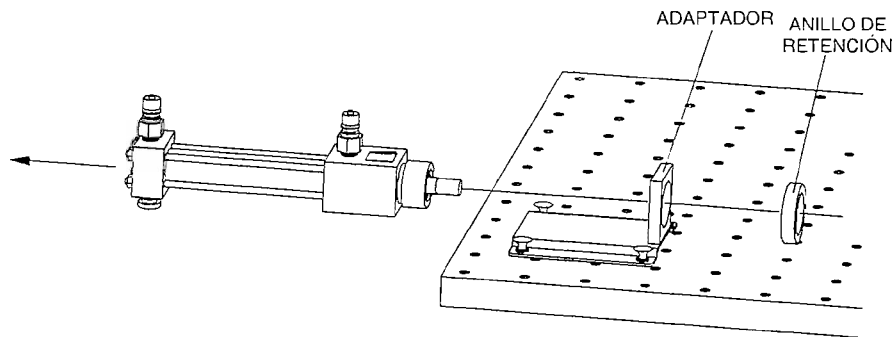

Figura 1-23. Desenrosque el anillo de retención y retire el cilindro.
- 4. Tome un cilindro con diámetro interior de 2,54 cm (1 pulg.) de su lugar de almacenamiento. Retire el cilindro de su adaptador desenroscando su anillo de retención, como se muestra en la Figura 1-23. Asegúrese de que la punta del cilindro (en forma de bala) sea retirada del extremo vástago.